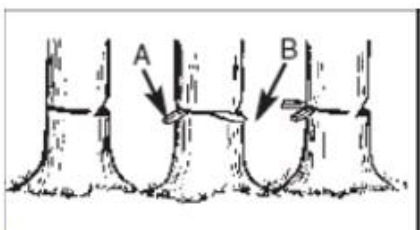

Fig 3c
Utilizați pene din lemn sau plastic (A) pentru a evita prinderea lamei sau a lanțului (B) în tăietură. Penele au și rolul de a controla căderea (Fig. 3c)